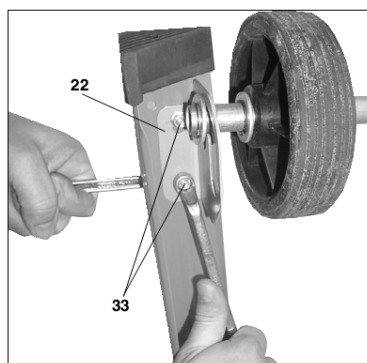

Рис. 4
С помощью 4 болтов (33) установите колеса (22) на задние ножки (J) со внутренней стороны. Рис. 4